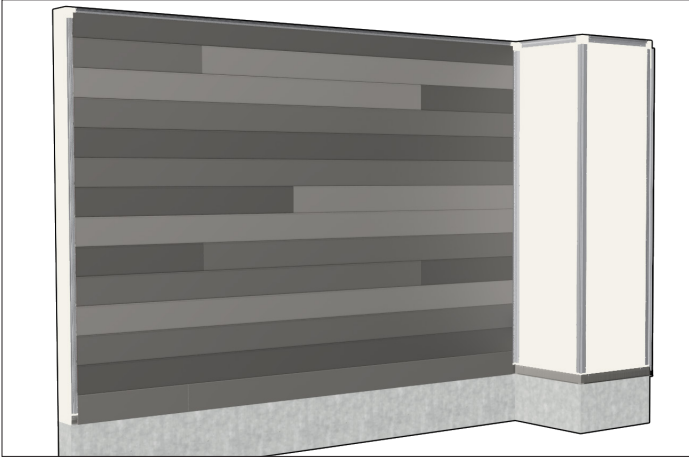

Figure 20.1
20. Pour obtenir un motif à grains de bois variés, sélectionnez des panneaux de différents paquets de votre commande à installer les uns à côté des autres. N'utilisez pas de motifs identiques sur des rangées successives. (Figure 20.1)